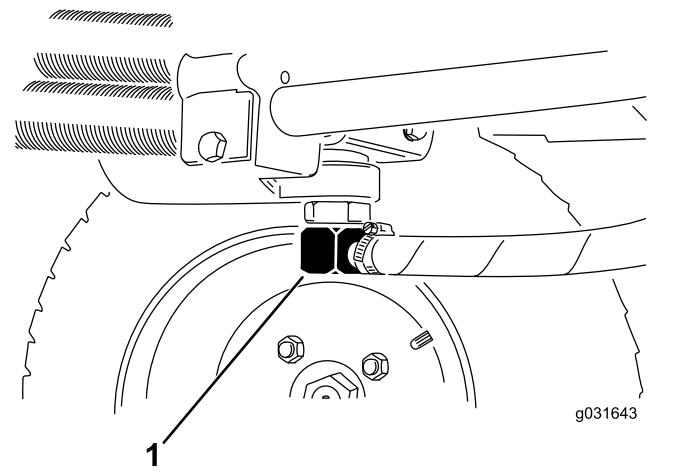
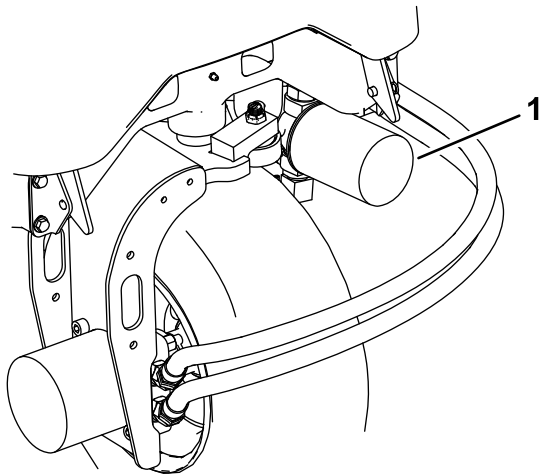

Figura 64
Figura 66
2. Scollegate il tubo idraulico o togliete il filtro idraulico e lasciate defluire il fluido idraulico in una bacinella (Figura 66 e Figura 64).
3. Quando il fluido idraulico cessa di defluire, montate il tubo idraulico (Figura 64).
3. Pulite attorno all'area di montaggio del filtro, collocate una bacinella di spurgo sotto il filtro e togliete il filtro (Figura 66).